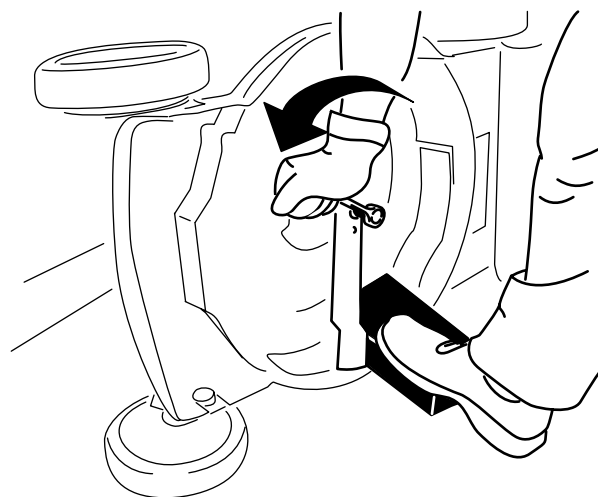

Figure 23
2. Immobilisez la lame avec un morceau de bois (Figure 23).
3. Retirez le boulon de lame et la lame; conservez le boulon de lame (Figure 23).